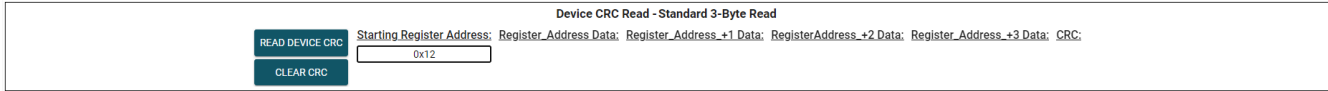

图 3-18. 器件 CRC 读取 - 起始寄存器地址
- a. 输入 **Starting Register Address** 以从所选寄存器以及以下 3 个寄存器和 CRC 字节中执行标准的 3 字节数据读取。对于此示例，寄存器 0x12 被用作 **Starting Register Address** (参阅下面的图 3-18)。